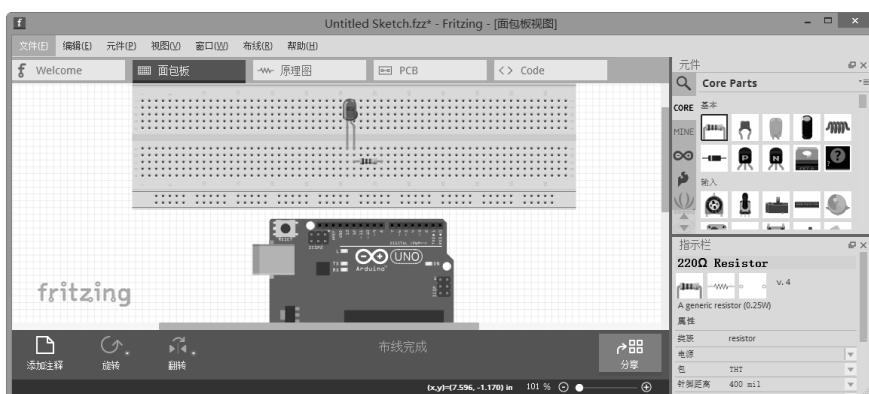

图 1-42 拖放电阻模型
(5) 在右侧“元件”面板中选择 CORE 选项，将电阻模型用鼠标拖到左侧面包板工作区的面板上，如图 1-42 所示。